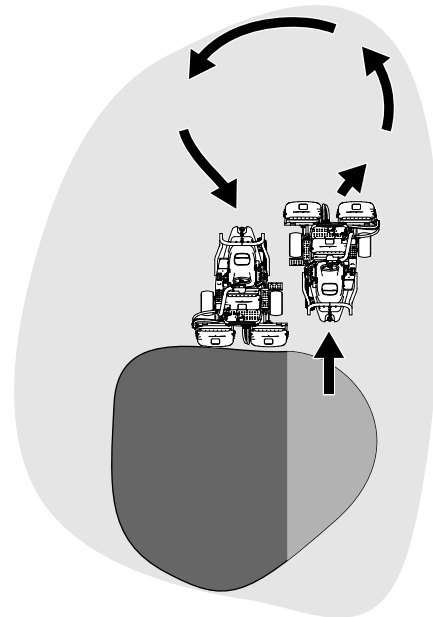

Figura 30
6. Para ganar tiempo y facilitar la alineación correcta para la pasada siguiente, gire la máquina momentáneamente en la dirección opuesta, y luego gire hacia la parte que todavía no está cortada. Este movimiento es un giro en forma de lágrima (Figura 30), que permite alinear la máquina rápidamente para la pasada siguiente.